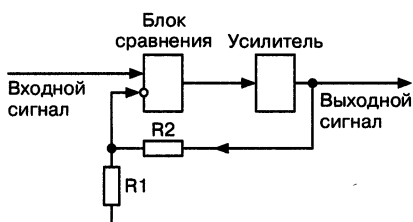

Рис. 11.17. Обратная связь
**Обратная связь.** И здесь на помощь разработчикам УНЧ приходит техническое решение, широко применяющееся в устройствах автоматического регулирования — **обратная связь** (рис. 11.17). Идея обратной связи проста — усиливаемый сигнал подается не на вход усилительного элемента, а на вход специального блока сравнения.